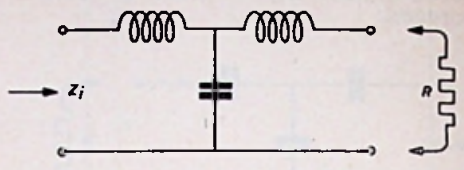

Fig. 68
C. T-cel opgebouwd uit verschillende reactanties, belast met een ohmse weerstand (fig. 68).